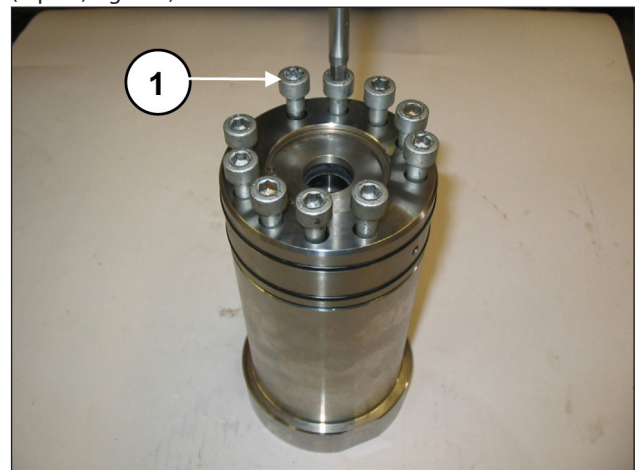
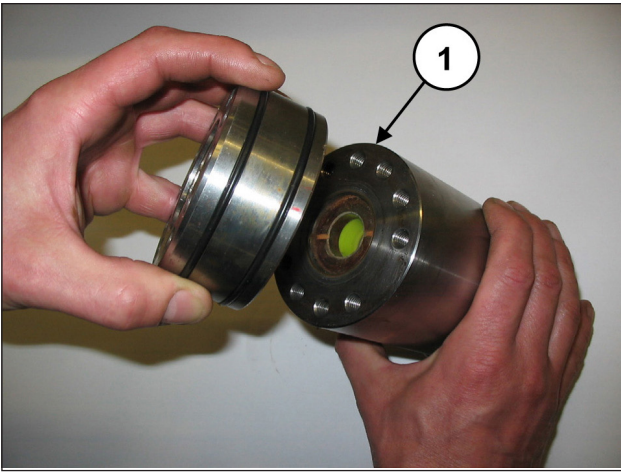

Fig. 110
Fig. 111
Déposer les vis M8x50 de fixation du support de la chemise (rep. ①, Fig. 110) et désassembler le support de la chemise (rep. ①, Fig. 111).